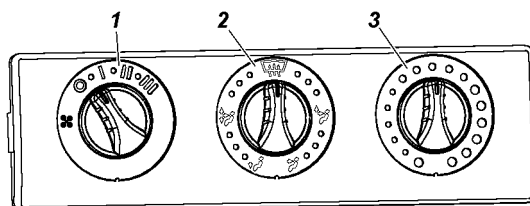

Рис. 3.13. Пульт управления отопителем:
Для подогрева поступающего в салон воздуха поверните рукоятку 3 (рис. 3.13) по часовой стрелке. Рукояткой 2 можно
Приточная вентиляция салона осуществляется по тем же каналам при крайнем положении против часовой стрелки рукоятки 3 (см. рис. 3.13). Вытяжная вентиляция осуществляется за счет отверстий в задней обивке крыши и внутренней панели проема двери задка, через опускаемые стекла дверей, а также через люк крыши при его наличии.
2. Установите рукоятку 3 (см. рис. 3.13) управления краном отопителя в положение “Закрыто”.
4. Рукояткой 1 (см. рис. 3.13) выключателя вентилятора отопителя выберите желаемую скорость вращения вентилятора. При нахождении рукоятки в положении “О” вентилятор включается автоматически и обеспечивает минимальную циркуляцию воздуха через испаритель кондиционера.
3. Если при работе кондиционера ручка 1 (см. рис. 3.13) выключателя вентилятора отопителя салона была установлена в положение “I”, “II” или “III”, то в этом случае после выключения кондиционера автоматически включается режим вентиляции салона.